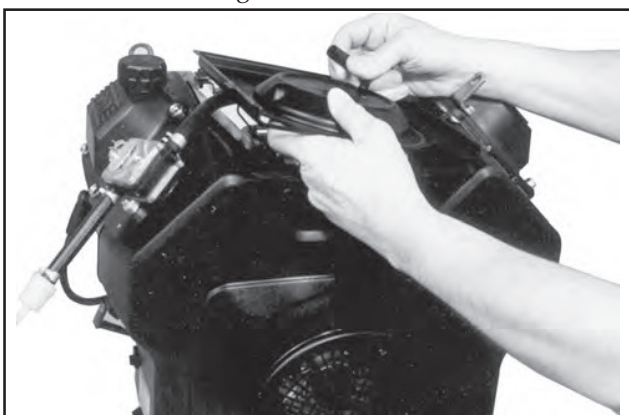

Abbildung 11-92. Den Entlüftungsschlauch durch den Sockel ziehen.
2. Eine neue Dichtung und den Sockel des Luftfilters positionieren, während das gelöste Ende des Entlüftungsschlauchs vorsichtig durch den Sockel gezogen wird, bis es sich in Position befindet (versiegelte Teller auf allen Seiten des Sockels). Siehe Abbildung 11-92.